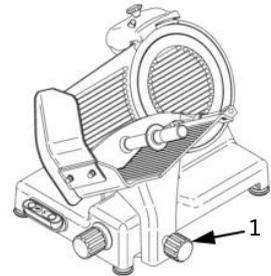

Fig. 18
- compruebe que la bandeja para alimentos está bien fijada por medio de la perilla de bloqueo del carro (1, fig. 18);